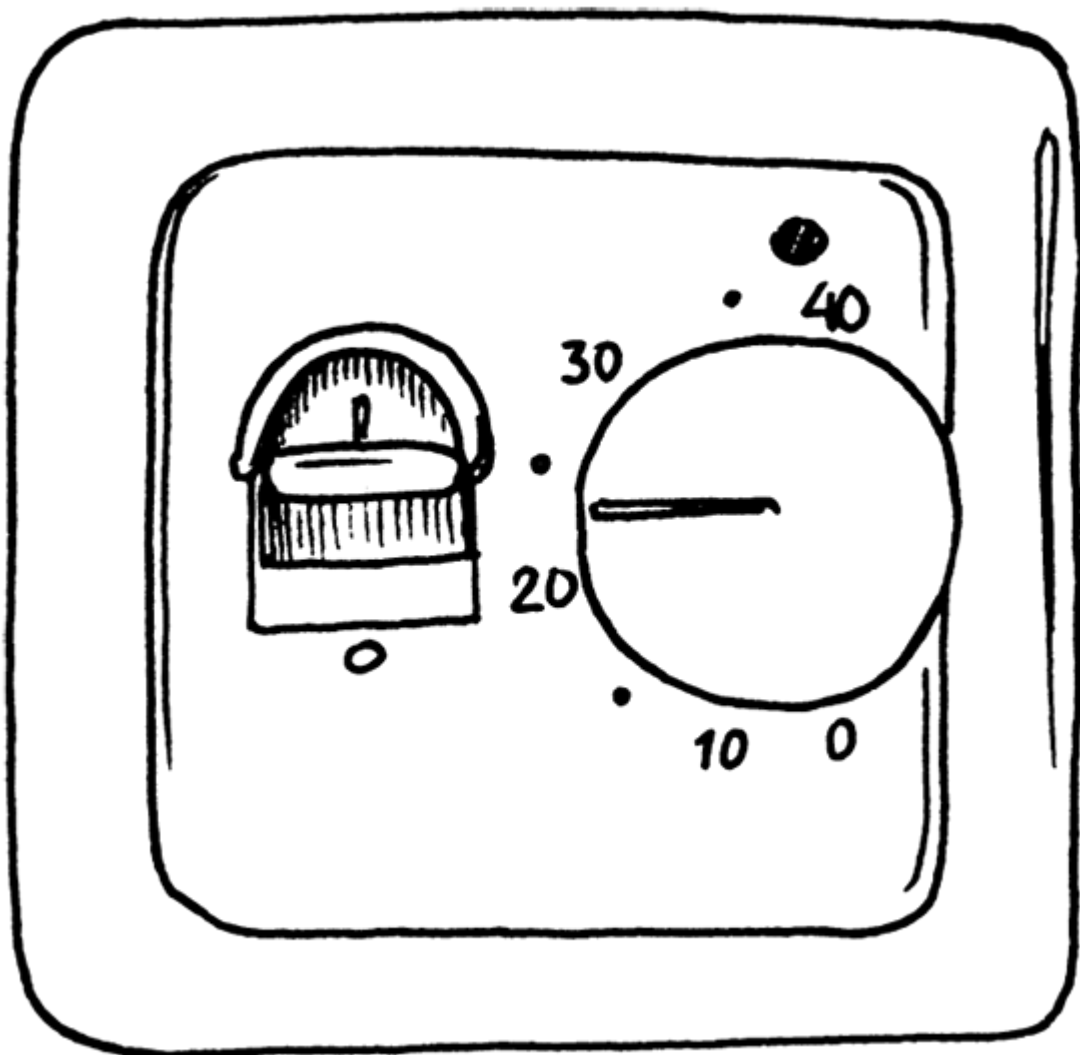

Рисунок 21. Терморегулятор
4. Установка терморегулятора и подключение смонтированной системы к сети. Терморегулятор, согласно технологии установки электрического теплого пола, должен монтироваться недалеко от имеющейся электропроводки (рис. 21).